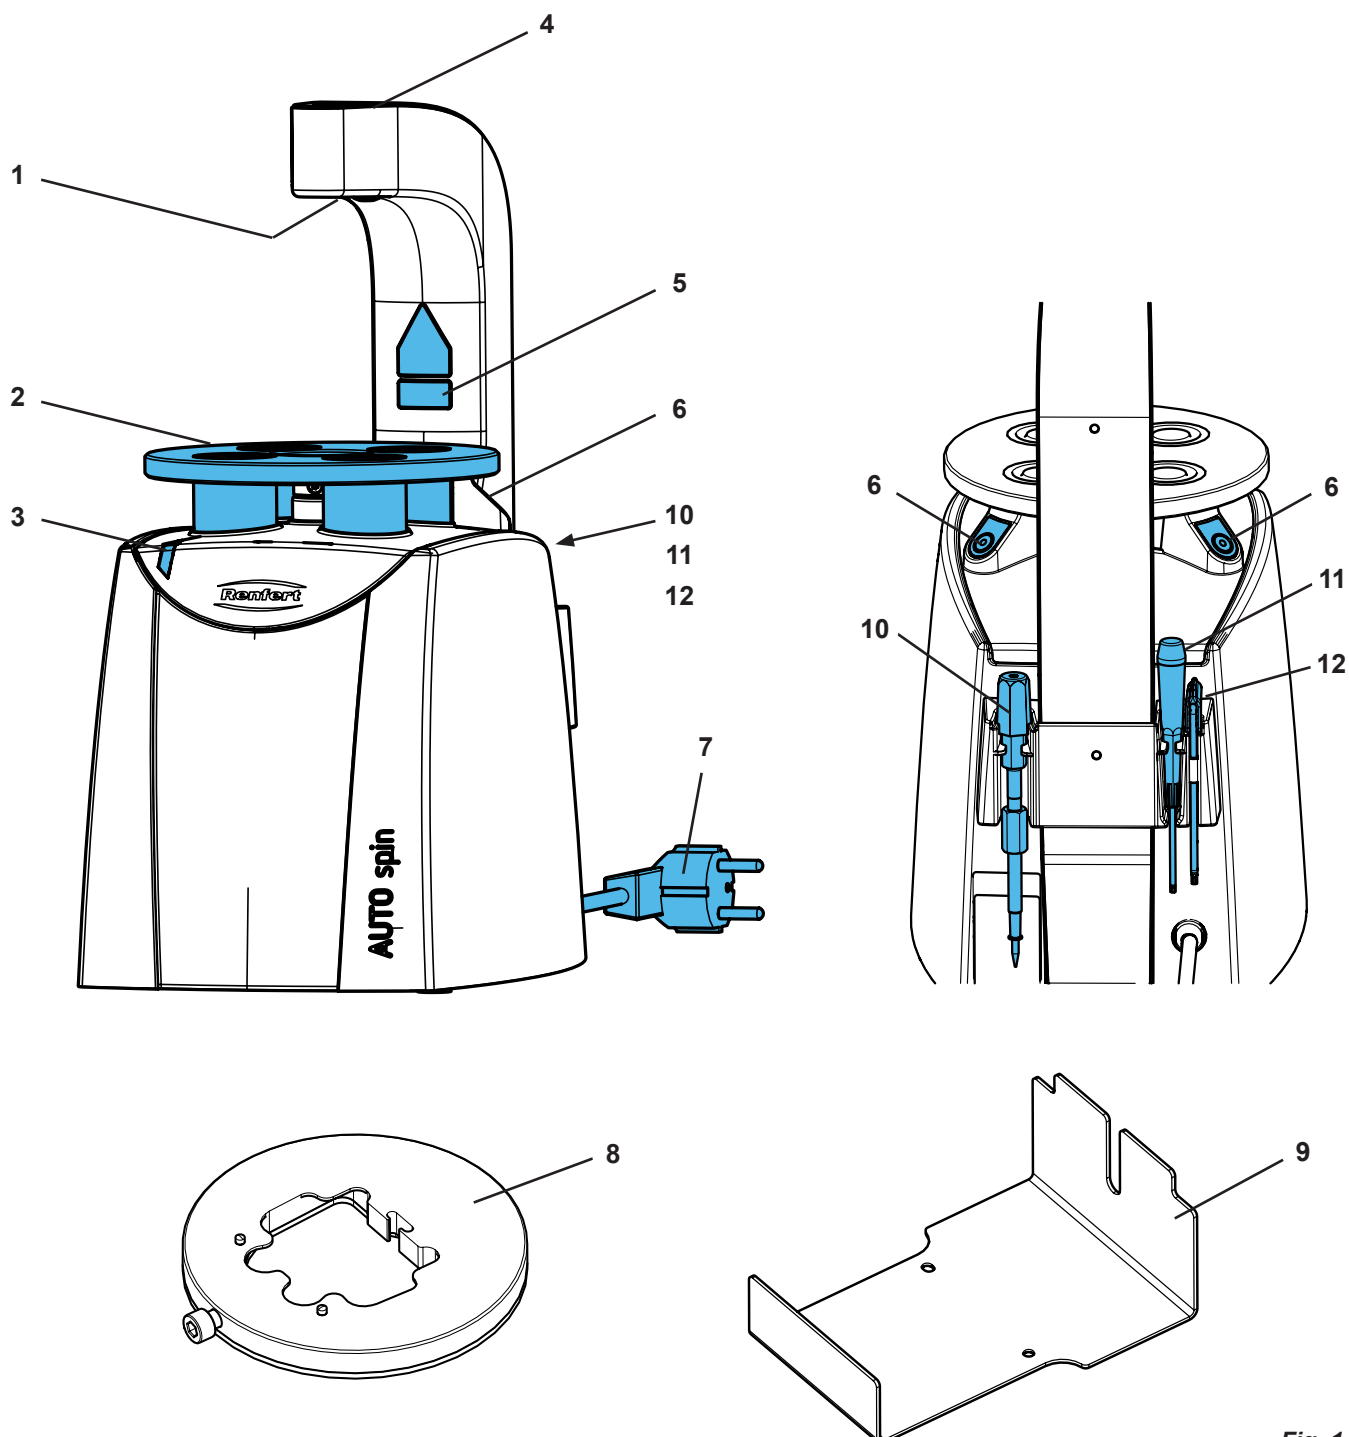

Fig. 1
- ⇒ Saque la indicación de peligro del láser que figura en su idioma nacional del juego de adhesivos y péguelo sobre la indicación de peligro actual (5, Fig. 1).
- ♦ parpadea el indicador de funcionamiento (3, Fig. 1).
- ⇒ Pulsar y mantener pulsadas ambas teclas de funcionamiento (6, Fig. 1).
- ♦ El indicador de funcionamiento (3, Fig. 1) se ilumina.
- ♦ El puntero láser (1, Fig. 1) se ilumina.
⇒ Para activar el proceso de taladrado, se deben pulsar a la vez ambas teclas de mando (6, Fig. 1).